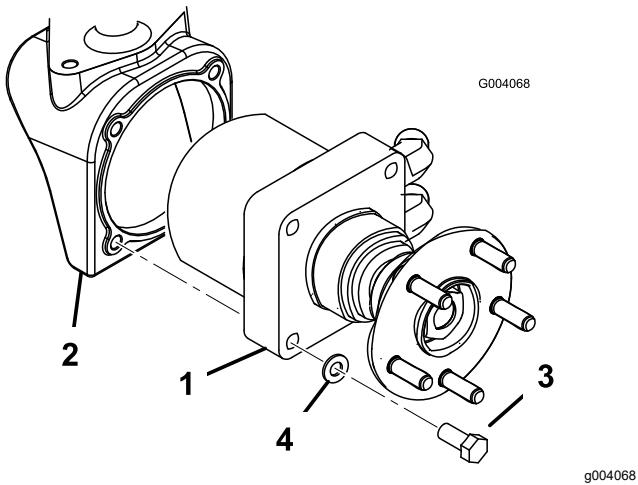

Figura 3
- Monte o respetivo conjunto do motor da roda em cada caixa do motor da roda com 4 parafusos ($\frac{1}{2}$ pol. x $2\frac{1}{4}$ pol.) e anilhas de segurança ($\frac{1}{2}$ pol.) (Figura 3). Aperte os parafusos com uma força de 95 a 108 N·m.